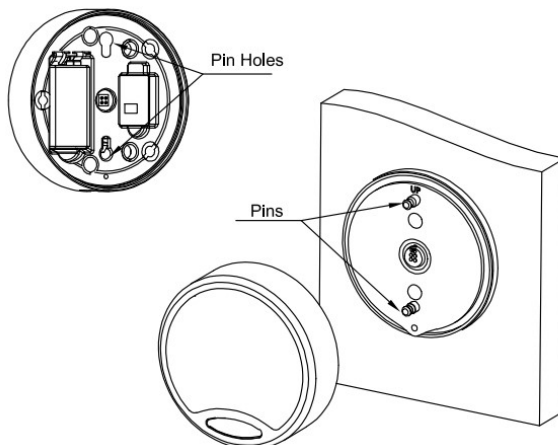

Fig. 13
2. Stecken Sie die Eingabeeinheit mit den zwei innenseitigen Befestigungslöchern auf die zwei Metallstifte der Eingabeeinheit-Basis. Achten Sie darauf, dass die Eingabeeinheit richtig herum aufgesetzt wird (EASTHOUSE Schriftzug unten). Die Eingabeeinheit wird durch vier Magnete an der Eingabeeinheit-Basis gehalten. (Abb. 13) Wenn sich das Schloß in geschlossenem Zustand befindet, kann die Eingabeeinheit immer gerade von der Eingabeeinheit-Basis abgezogen werden.